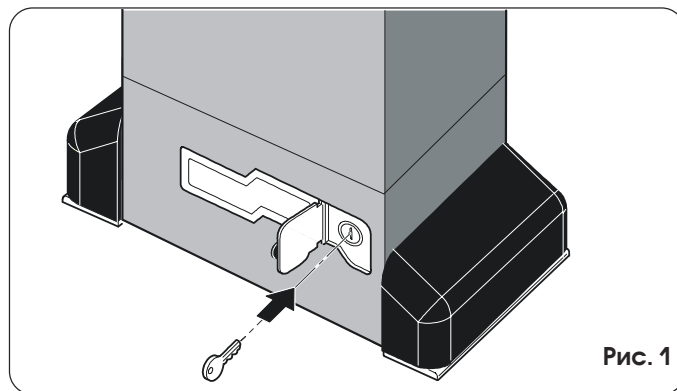

Рис. 1
- 1) Откройте защитную дверцу и вставьте ключ в замок (рис. 1).